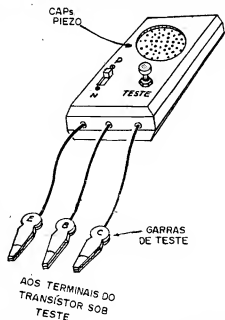

Fig.6
- FIG. 6 - O ACABAMENTO DO MPDPT - Já dissemos isso um "porrillhão" de vezes, mas vamos - insistentemente - repetir: para que haja praticidade e conforto no uso, enfatizando a eficiência e a rapidez, um bom instrumento de teste requer um acabamento (cai-